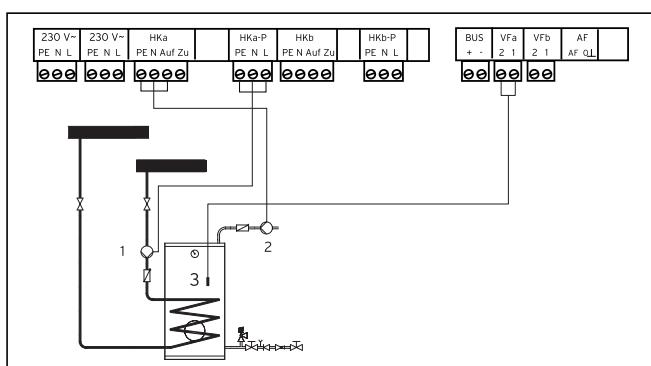

Рис. 4.2 Подключение смесительного контура в качестве контура заполнения накопителя
- Выполните соединительную электропроводку согласно рис. 4.2.
#### Пояснение к рис. 4.2: